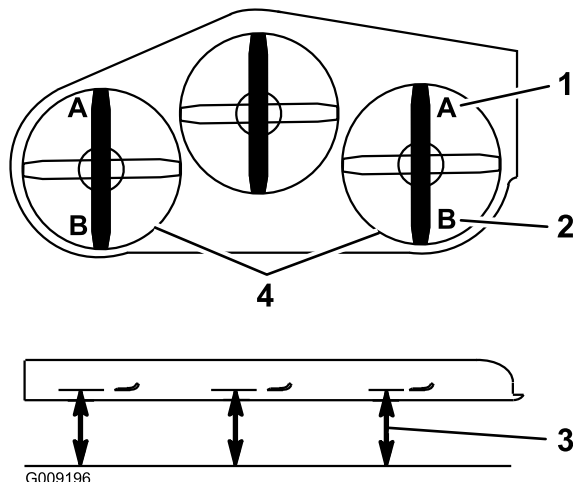

Figure 117
9. De chaque côté du tablier de coupe, mesurez la distance entre la surface plane et la pointe avant de la lame (position A), comme montré à la Figure 117.
15. De chaque côté du tablier de coupe, mesurez la distance entre la surface plane et la pointe arrière de la lame (position B), comme montré à la Figure 117.